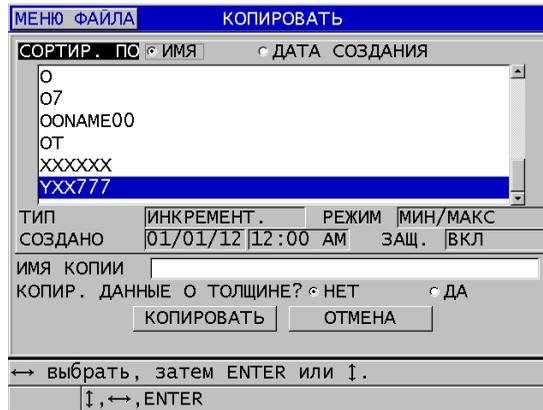

Рис. 11-17 Копирование файла
3. В окне **КОПИРОВАТЬ** (см. Рис. 11-17 на стр. 208):